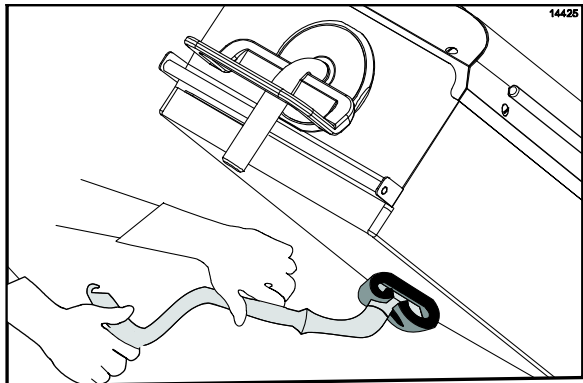

Figure 97
24. Frotter les surfaces des plaques en commençant par la plaque de droite et en finissant par la plaque de gauche (Cf. Figure 97).